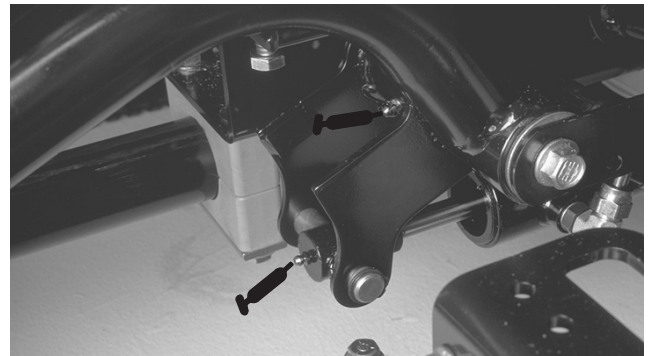

Bild 29
- Rechte vordere Hubarm-Drehbüchsen und Hubzylinder (2) (Bild 29)